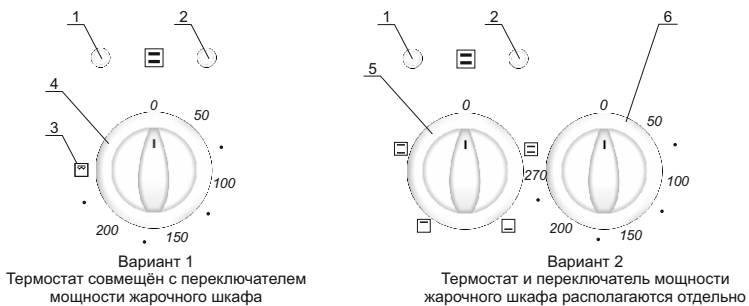

Рисунок 8 – Ручки управления нагревательными элементами жарочного шкафа
- Жарочный шкаф включают ручкой переключателя мощности (поз. 4, рис.8) ТОЛЬКО ПО ЧАСОВОЙ СТРЕЛКЕ до выбранного значения температуры от 50 до 250°C. Ручка НЕ ИМЕЕТ КРУГОВОГО ВРАЩЕНИЯ. Для ВЫКЛЮЧЕНИЯ жарочного шкафа поверните ручку ПРОТИВ ЧАСОВОЙ СТРЕЛКИ до цифры "0".
- Включение ГРИЛЯ также производят ручкой переключателя мощности (поз.4, рис.8) ТОЛЬКО ПО ЧАСОВОЙ СТРЕЛКЕ до условного обозначения гриля (поз.3, рис.8). При включении гриля температура не регулируется, нагрев приготовляемого продукта происходит только с верхней стороны, горит только сигнальная лампа включения жарочного шкафа (поз.2, рис.8). Для выключения гриля поверните ручку ПРОТИВ ЧАСОВОЙ СТРЕЛКИ до цифры "0". Одновременное включение нагревателей жарочного шкафа и гриля невозможно.
- Ручкой переключателя жарочного шкафа (поз.5, рис.8) выберете требуемый режим
- Ручкой термостата (поз.6, рис.8) ТОЛЬКО ПО ЧАСОВОЙ СТРЕЛКЕ до выбранного значения температуры от 50 до 270°C. Ручка НЕ ИМЕЕТ КРУГОВОГО ВРАЩЕНИЯ. Для ВЫКЛЮЧЕНИЯ термостата поверните ручку ПРОТИВ ЧАСОВОЙ СТРЕЛКИ до цифры "0".
7.2.5 Сигнальные лампы жарочного шкафа. При повороте ручки переключателя жарочного шкафа (поз.4, 5, рис.8) загорается сигнальная лампа (поз.2, рис.8). При включении термостата загорается сигнальная лампа включения термостата (поз.1, рис.8). Когда температура в жарочном шкафу достигает заданного значения, нагреватели отключаются и сигнальная лампа включения термостата гаснет. Во время работы жарочного шкафа сигнальная лампа включения термостата периодически загорается и гаснет. Так и должно быть, поскольку температура в жарочном шкафу поддерживается на заданном значении автоматически. Сигнальная лампа включения нагревателей жарочного шкафа горит постоянно.